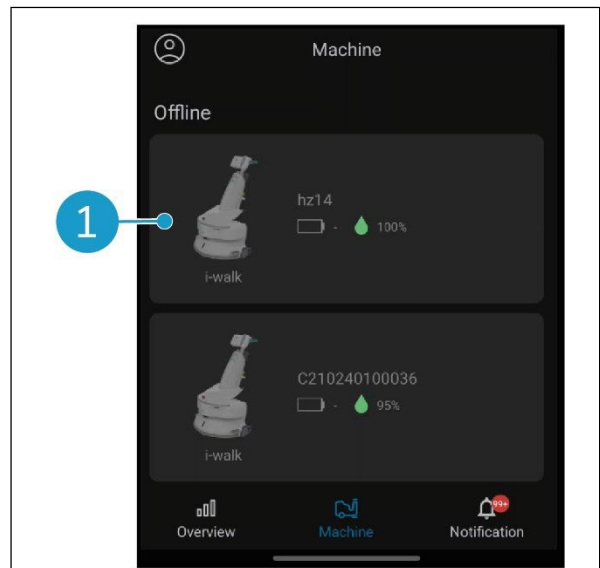

Figura 31
- Pulse sobre cualquier máquina (Figura 31, pos. 1) para abrir el menú de esa máquina.